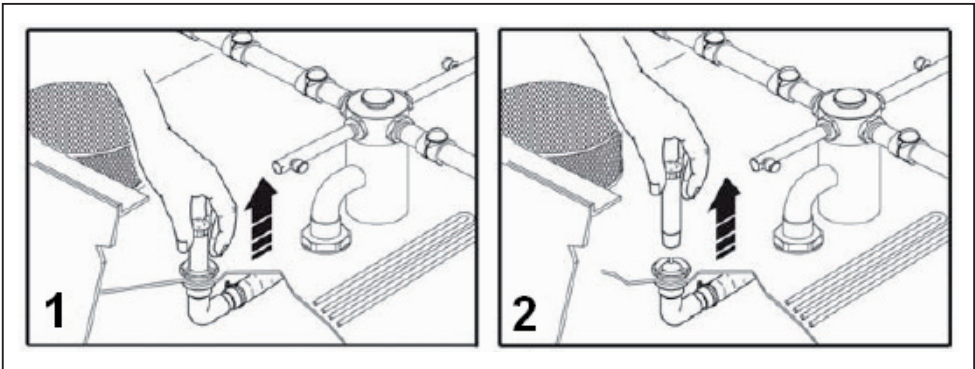

Bild 16
2. Das Überlaufrohr abnehmen (Bild 16)